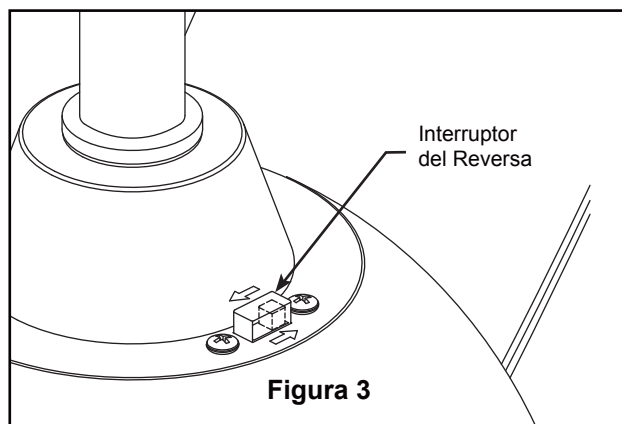

Figura 3
3. Si se desea que el flujo del aire vaya en la dirección opuesta, apague el ventilador y espere a que se detengan las palas. Deslice la carcasa de la cubierta para visualizar el interruptor del reverso. (Figura 3)